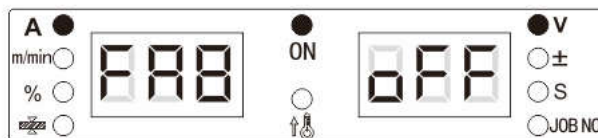

Рисунок 3-24. Отображение функции FA8 на цифровых дисплеях
2. Поворотом регулятора панели управления установите выбор функции FA8 (см. Рисунок 3-24).